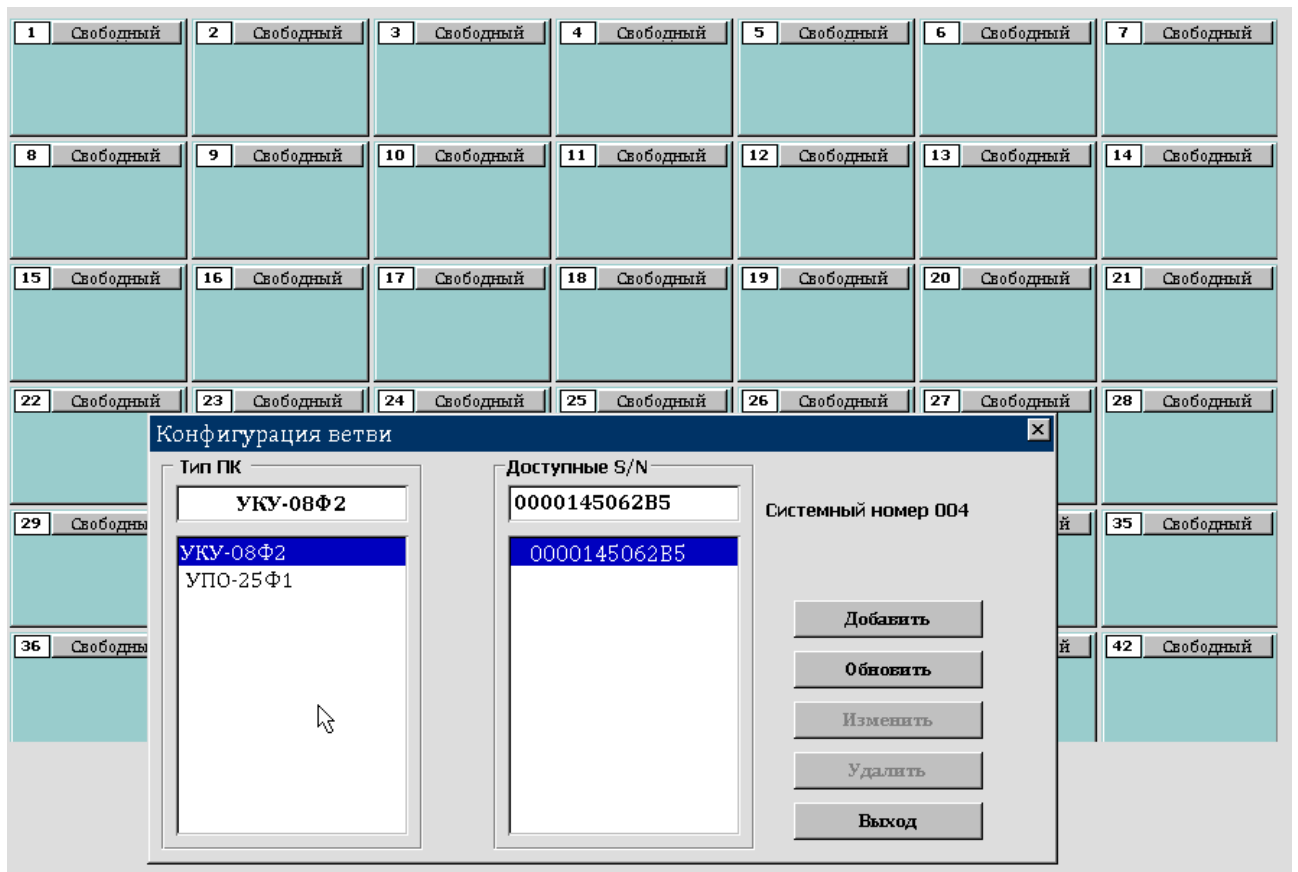

Рисунок 3.12. Добавление ПК в конфигурацию.
3.6.5 Для присвоения ПК системного номера необходимо щелкнуть левой кнопкой мыши на поле периферийного контроллера с требуемым системным номером. В рассматриваемом примере выбран системный номер 4. На экране должно появиться окно "Конфигурация ветви" (рис.3.12), в котором необходимо выбрать тип ПК (в примере УКУ-08Ф2). В правом столбце будут выведены все доступные уникальные серийные номера контроллеров заданного типа,